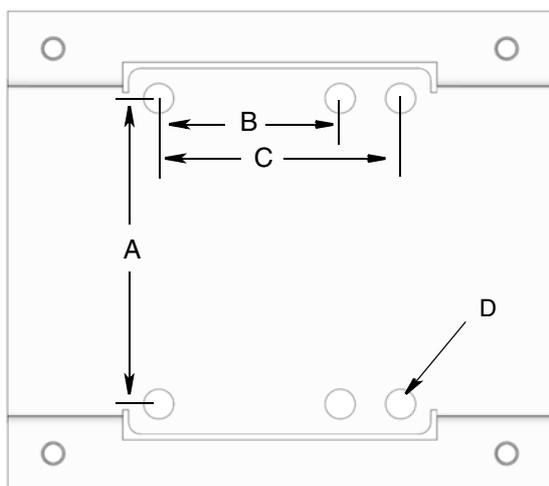

Рис. 6
- Просверлите отверстия в монтажной поверхности. Воспользуйтесь основанием барабана (103) как шаблоном для расположения монтажных отверстий или см. размеры на Рис. 6.